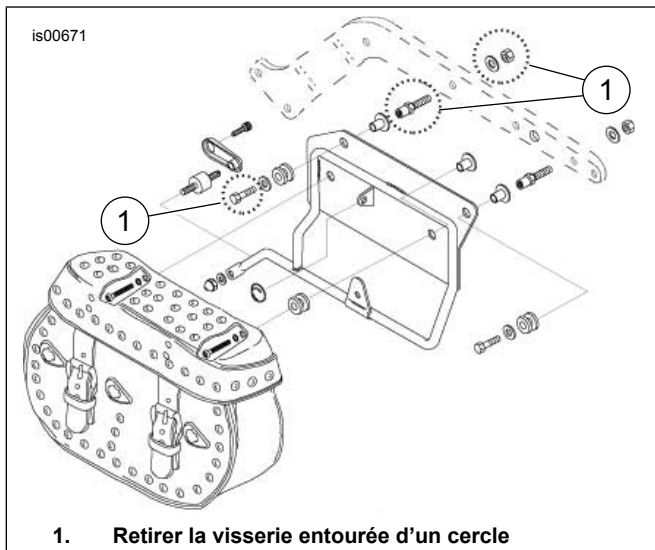
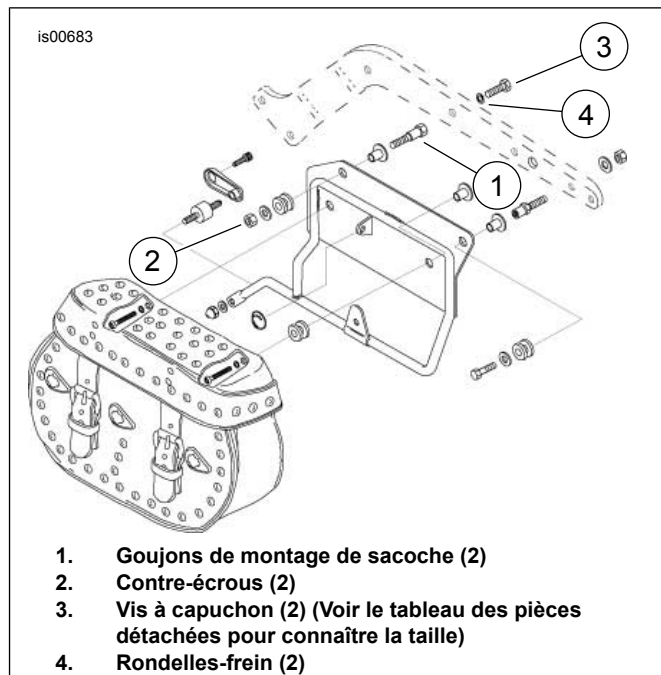

Figure 1. Retirer la visserie (modèles FLSTC)
Figure 2. Changements de visserie de garde-boue pour FLSTC
21. Installer le pneu du kit sur la roue existante. Nous recommandons que ceci soit accompli chez un concessionnaire Harley-Davidson autorisé. L'équilibrage des roues est recommandé pour assurer une bonne tenue de route de la moto et minimiser les vibrations, surtout à grande vitesse. **Si ce kit est installé sur les modèles FLSTC ou s'il est utilisé avec la visserie d'ancrage Softail sans les supports de sacoche (kit numéro 53531-95A), ou avec la visserie d'ancrage FLSTC avec supports de sacoche (kit numéro 53371-95A), voir la Figure 1 ou 2.**
Pour fournir un dégagement maximum du pneu, remplacer la visserie d'origine qui attache la partie supérieure avant de chaque fixation de sacoche au support de garde-boue par la visserie du kit comme indiqué à la Figure 1 et la Figure 2. Suivre les étapes 1 et 2.
1. Jeter les 4 éléments d'origine entourés d'un cercle avec des tirets comme indiqué à la Figure 1. Conserver le reste de la visserie.
2. Voir la Figure 2. Installer les éléments 12 à 15 du Tableau 1.